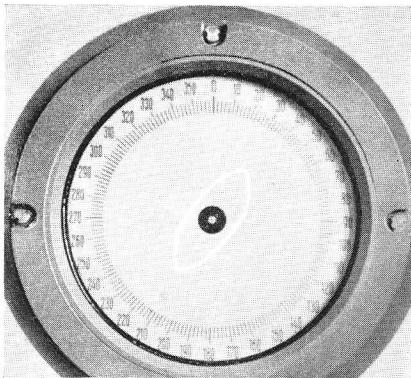
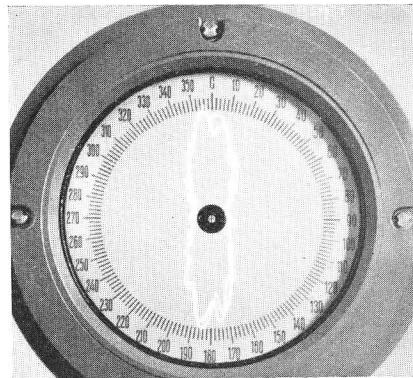

Abb. 31: Peilkeule
Abb. 32: Peilkeule
Gerichtete Störspannungen (z. B. Störsender) bewirken im allgemeinen nur eine starke Keulenverkürzung, wobei der Keulenrand meist völlig glatt bleibt (Abb. 31), während ungerichtete Störspannungen (z. B. atmosphärische Störungen) gleichzeitig ein „Ausfransen“ der Keule hervorrufen (Abb. 32).
Wenn der zu peilende Sender durch einen starken gerichteten Sender gestört wird, überlagern sich die von beiden Sendern herrührenden Spannungen derart, daß die Richtung der entstehenden, nunmehr stark verkürzten Peilkeule nicht mehr mit der wahren Peilrichtung der beiden Sender übereinstimmt (Abb. 31). Eine Sichtpeilung ist in einem solchen Falle also nicht mehr möglich, falls es nicht gelingt, durch Verringerung der Bandbreite den Einfluß des Störsenders auszuschalten, d. h. die Peilkeule auf die normale Länge zurückzuführen. Dagegen erhält man selbst bei starken ungerichteten Störungen (atmosphärischen Störungen) im allgemeinen trotz unscharfer (ausgefranster) Keule noch brauchbare Peilungen, indem man den Schnittpunkt einer durch die Keule hindurchgehenden (gedachten) Symmetrielinie mit der Rohrskala bestimmt.
96. Soweit wie möglich sind die Peilungen im Sichtpeilverfahren durchzuführen, da dieses, im Gegensatz zum Gehörpeilverfahren, auch bei schnellen Änderungen der Peilverhältnisse noch brauchbare Peilungen ermöglicht. Nur bei sehr starken Außenstörungen, bzw. bei sehr schwachen Peilsignalen, die keine Sichtpeilung mehr zulassen (siehe Ziffer 73), ist das Gehörpeilverfahren anzuwenden. Beim Auftreten gerichteter Dauerstörungen (Sender mit durchlaufendem Träger), die durch Verringerung der Bandbreite am ZF-Verstärker nicht beseitigt werden können (kenntlich durch starke Verkürzung der Peilkeule, siehe Ziffer 73 und Abb. 31), dürfen Sichtpeilungen wegen der Gefahr von Falschpeilungen auf keinen Fall durchgeführt werden; dagegen sind Sichtpeilungen bei Störungen durch ungerichtete Störspannungen (atmosphärische Störungen) zulässig.